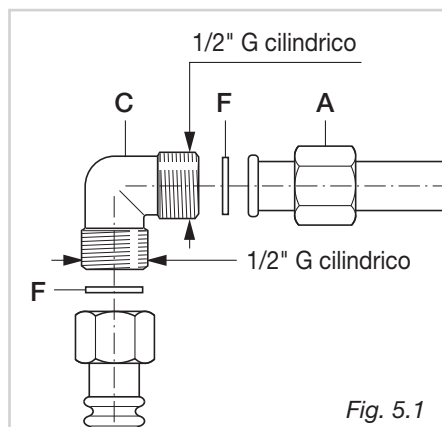

Fig. 5.1
Il raccordo gas del piano cottura (fig. 5.1) è così composto:
- ✓ Le guarnizioni F (fig. 5.1) sono gli elementi che garantiscono la tenuta della connessione gas. Si consiglia la loro sostituzione quando dovessero presentare anche la minima deformazione o imperfezione.